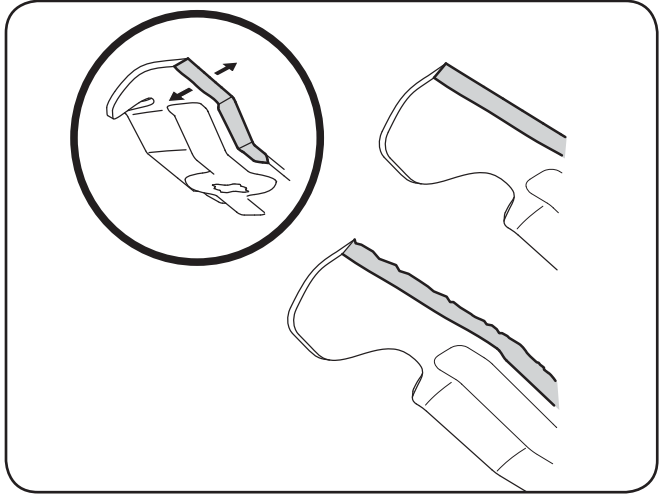

Figure 7-8
4. Pour aiguiser les lames, la même quantité de métal des deux extrémités des lames sur le côté tranchant. Aiguiser le bord tranchant sur toute sa longueur, parallèlement au bord arrière, soit à un angle de 25° à 30°. Voir la Figure 7-8.